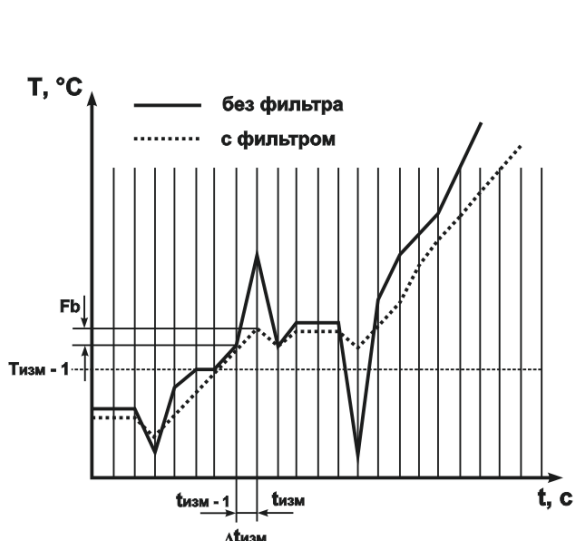

Рисунок 3
2.2.6.1 Полоса цифрового фильтра позволяет защитить измерительный тракт от единичных помех и задается в градусах Цельсия ($^{\circ}\text{C}$). Если измеренное значение «Тизм» отличается от предыдущего «Тизм-1» на величину, большую, чем значение параметра F_{fb} , то изделие присваивает ему значение, равное («Тизм» + F_{fb}) (рис. 3). Таким образом, характеристика сглаживается.